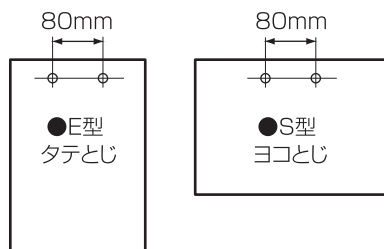

図8 ファイル・バインダー規格
①パンチ穴用スケール(規格サイズ) ②穴の中心からの距離 ③綴厚スケール
①穴の中心からの距離：必要に応じて利用してください。
②パンチ穴用スケール：ファイリング用に穴あけしたいときに利用してください。 **図8 参照**
③綴厚スケール：チューブの残量が表示されたときに利用してください。